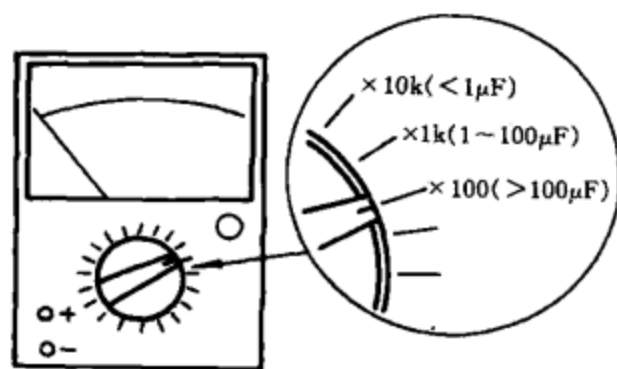

图 1-65
(1) 根据电容器容量的大小，将万用表上的挡位旋转到适当的“ Ω ”挡位。例如， $100\mu\text{F}$ 以上的电容器用“ $R \times 100$ ”挡， $1 \sim 100\mu\text{F}$ 的电容器用“ $R \times 1k$ ”挡， $1\mu\text{F}$ 以下的电容器用“ $R \times 10k$ ”挡，如图 1-65 所示。